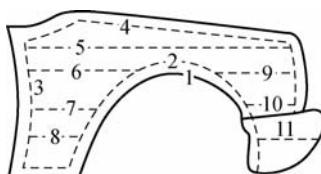

图 8-75 前翼子板的喷涂顺序
(2) 前翼子板。发动机罩的边缘和前翼子板的翻边应该首先喷涂, 然后是前照灯周围部分、面板的弯起部分, 最后是面板的底部。前翼子板的喷涂顺序如图8-75所示。